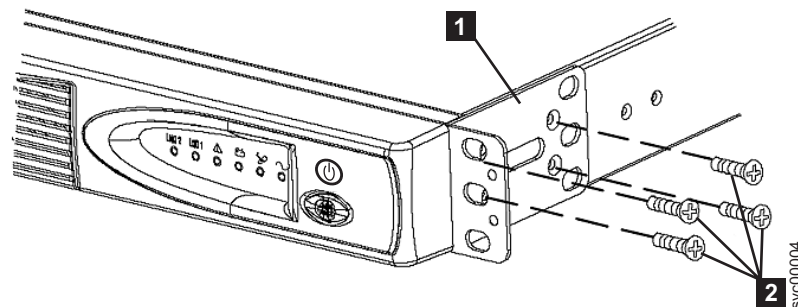

図7. 2145 UPS-1U用サポート・レールのラックへの取り付け
3. 図7 に示されるように、取り付けブラケットごとに 4 つの M3 × 6 ねじ **2** を使用して、取り付けブラケット **1** の長い側を 2145 UPS-1Uの各側面に取り付けます。